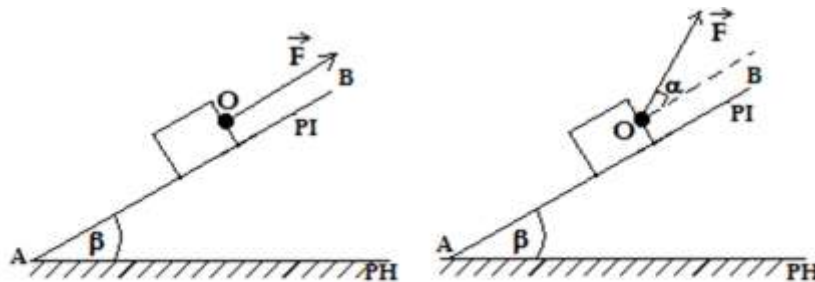

Figure 4.5 : Force sur un plan incliné
- Soit sur un plan incliné (figure 4.5)